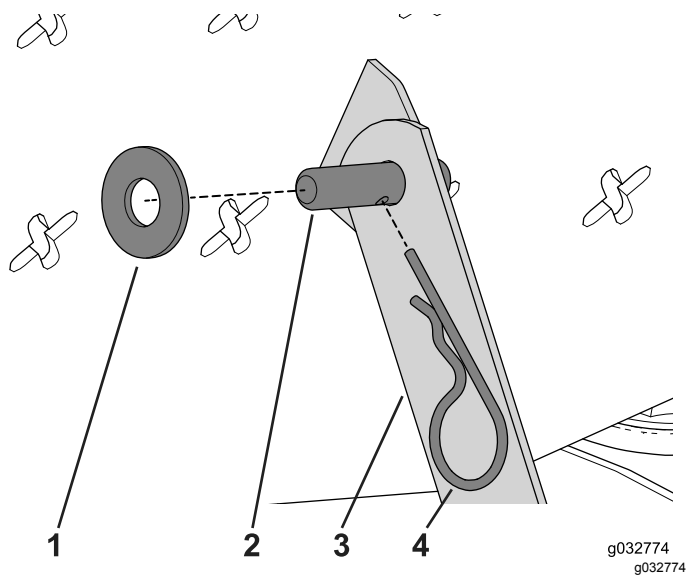

Figura 50
2. Desconecte el brazo de giro y el soporte de giro retirando la chaveta que sujeta el pasador de giro y la arandela (Figura 50).